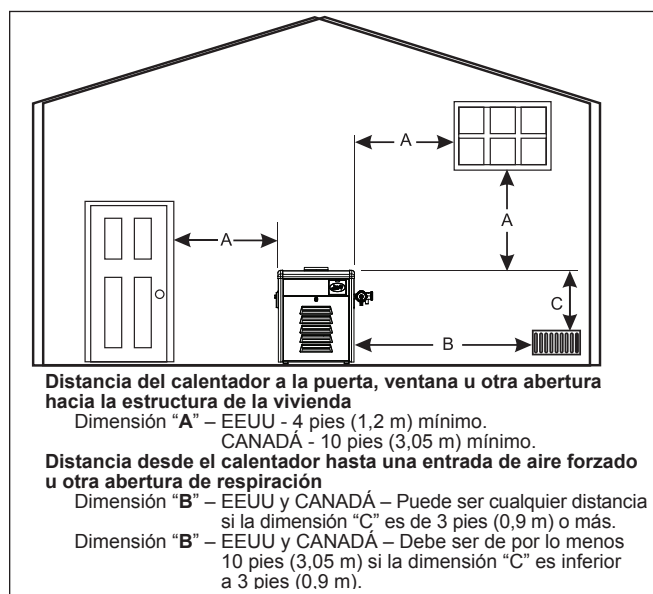

Figura 3. Instalación del calentador al aire libre
No ubique el calentador debajo o junto a ninguna puerta, abertura de vidrio, rejilla, enrejado, etc. que se conecte de manera alguna con el área habitada de un inmueble, aunque la entrada sea a través de otra estructura (por ej., un estacionamiento o cuarto de servicio). En los Estados Unidos, debe haber un mínimo de cuatro (4) pies (1,22 m) horizontalmente o cuatro (4) pies (1,22 m) verticalmente entre el punto de escape del calentador y cualquier puerta, abertura de vidrio o entrada de gravedad de un inmueble. En Canadá, el calentador debe instalarse de manera que el punto de escape del calentador esté por lo menos a 10 pies (3 m) de cualquier abertura de un inmueble (véase Figura 3).